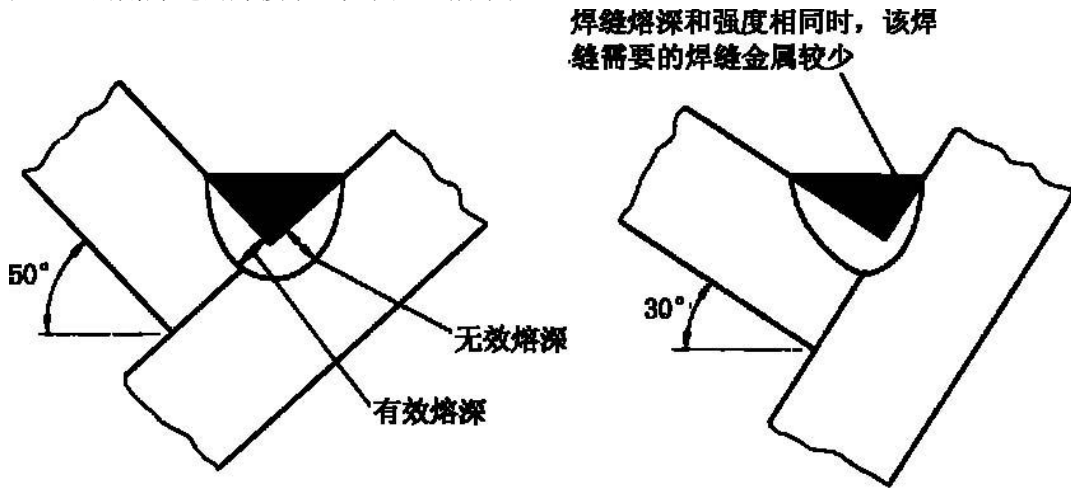

图 39 调整角焊缝焊接位置的示意
- ① 尽量提高操作效率，采用焊工辅助装置、良好的固定夹具和夹持设备等；
- ② 在最短的时间内熔敷尽可能大量的填充金属；
- ③ 采用焊接辅助板，可以提高开坡口接头第一道焊缝的焊接速度；
- ④ 采用低氢型焊条消除或降低预热温度；
- ⑤ 手动将焊条的伸出长度调整到 **50mm**；
- ⑥ 应尽量在平焊位置进行焊接，采用仰焊或立焊费用要贵一些；
- ⑦ 如有可能应采用最高焊接速度在平焊位置对角焊缝进行焊接；
- ⑧ 采用自动焊设备焊接角焊缝接头时，调整焊缝位置可以在接头的根部获得良好的熔深，并且不会影响焊缝的强度。水平板在水平方向 **30°** 的角焊缝位置焊接和垂直板水平方向 **60°** 的角焊缝的焊接示意如图 39 所示；